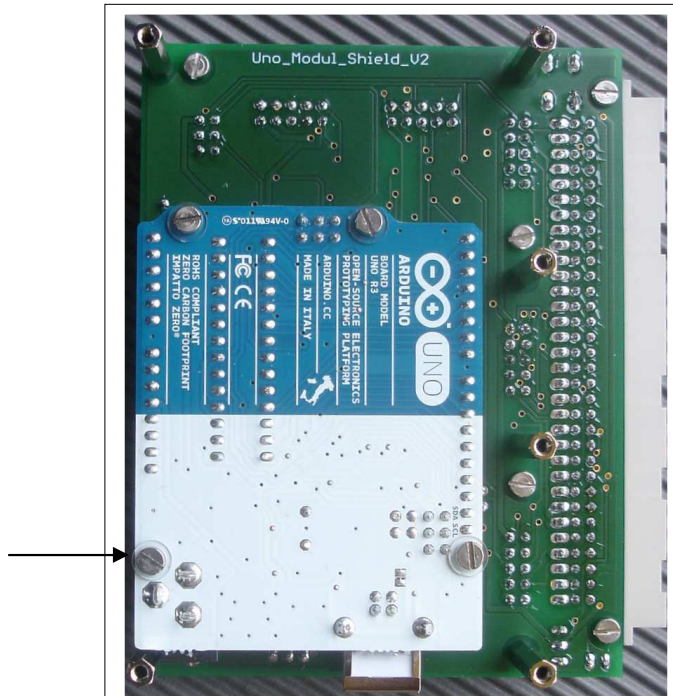

Abb. 5: Arduino-Uno, geschraubt mit Polyamid-Unterlegscheiben
- 6) Es empfiehlt sich den Arduino-Uno mit den Abstandsbolzen laut Stückliste zu verschrauben, dies erhöht die Stabilität der ganzen Anordnung. Hierbei müssen unbedingt Polyamid-Unterlegscheiben verwendet werden, um Kurzschlüsse zu vermeiden (vgl. Abb. 5).